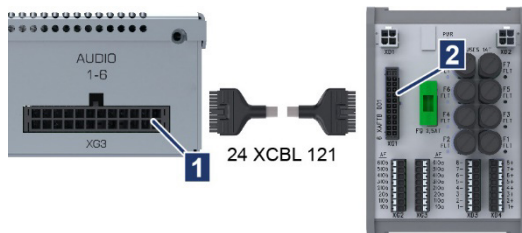

Abb. 6-6: XAL an XAFTB
1. Verbindungskabel 24 XCBL 121 am Schnittstellenmodul in die Buchse XG3 (AUDIO 1-6) und am Anschlussblock XAFTB in Buchse XG1 stecken (→ Abb. 6-6/1 und 2).